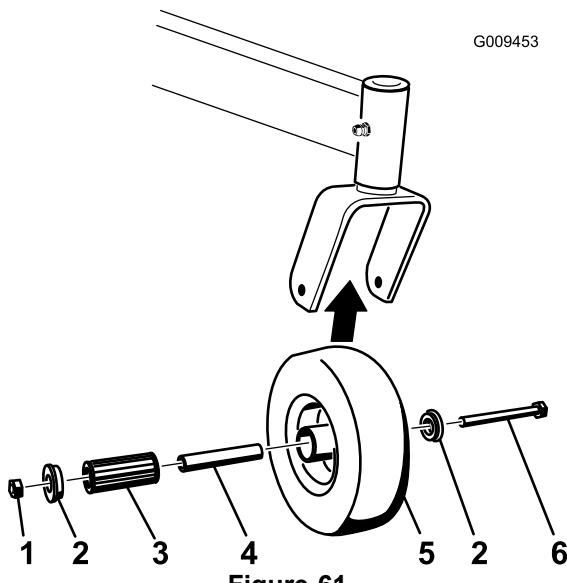

Figure 61
2. Enlevez une bague, puis sortez la douille pour clé et le roulement à rouleaux du moyeu de roue (Figure 61).
3. Enlevez l'autre bague du moyeu, puis nettoyez la graisse et les saletés éventuellement présentes dans le moyeu (Figure 61).
- Remarque:** Remplacez les pièces endommagées ou usées (Figure 61).
5. Placez une bague dans le moyeu (Figure 61).
6. Lubrifiez le roulement à rouleaux et la douille pour clé, et insérez-les dans le moyeu (Figure 61).
7. Mettez la deuxième bague dans le moyeu (Figure 61).
8. Montez la roue pivotante dans la chape à l'aide du boulon et du contre-écrou (Figure 61).
9. Serrez le contre-écrou jusqu'à ce que la base de la douille pour clé soit en appui contre l'intérieur de la chape (Figure 61).
1. Enlevez le contre-écrou et le boulon de fixation de la roue pivotante à la chape (Figure 61).